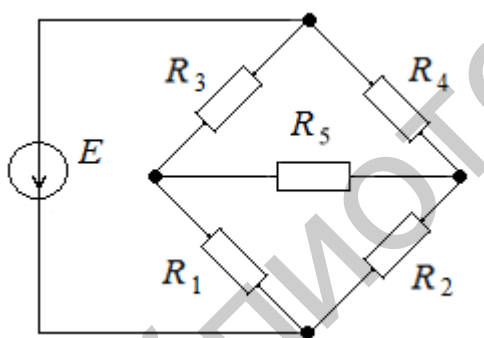

Рис. 131
64. Определить ток I_5 в схеме (рис. 131) методом эквивалентного генератора, если $E = 10$ В; $R_1 = R_4 = 1$ Ом; $R_2 = 4$ Ом; $R_3 = R_5 = 2$ Ом.